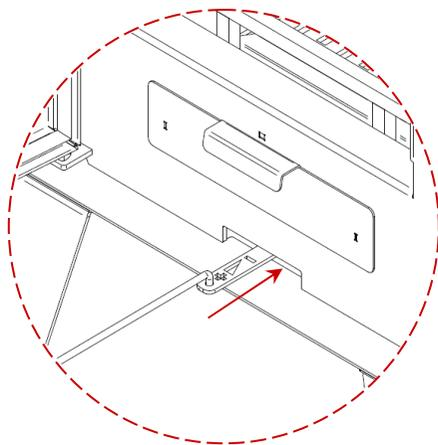

Figura 21 - Regulador de ar na posição de ar primário fechado
- Depois do acendimento, e para uma boa combustão, o regulador deverá estar na marcação (-), como poderá ver na Figura 21.